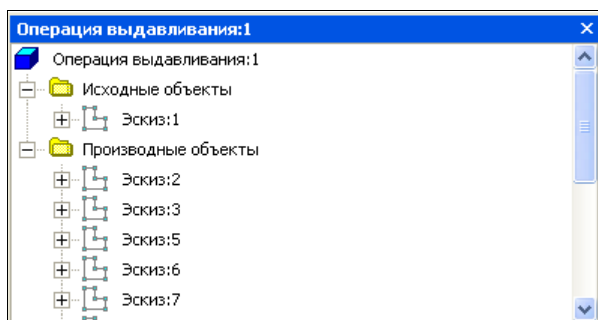

Рис. 19.7. Окно иерархии отношений
- ◆ в меню выберите команду **Отношения в дополнительном окне**. Появится диалоговое окно иерархии отношений **Операция выдавливания:1** (рис. 19.7). В верхней строке окна имеется название элемента, отношения которого рассматриваются. В верхней половине окна показаны исходный объект в виде структурированного списка, а в нижней — производные объекты тоже в виде списка. Разделы в этих списках можно раскрыть, щелкая ЛК мыши по знаку "плюс".